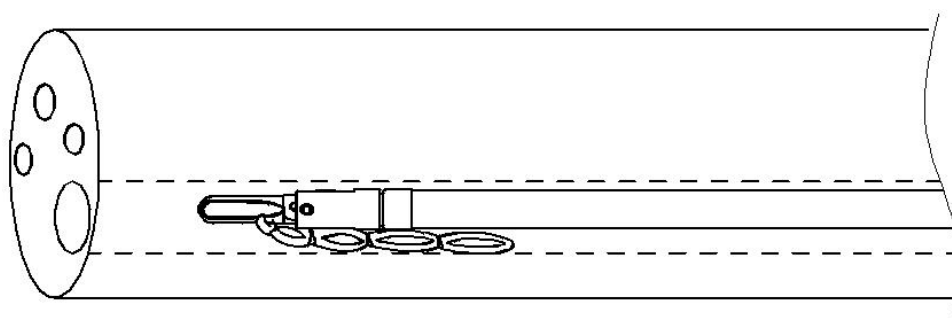

Fig.3
1. Åbn posen, og fjern skyderblisteren fra den distale del af klemmen for at blottlægge klemmen med den forudinstallerede elastiske ring. Indsæt forsigtigt enheden i endoskopkanalen, og sørg for, at klemmen er i lukket position (Fig.3).